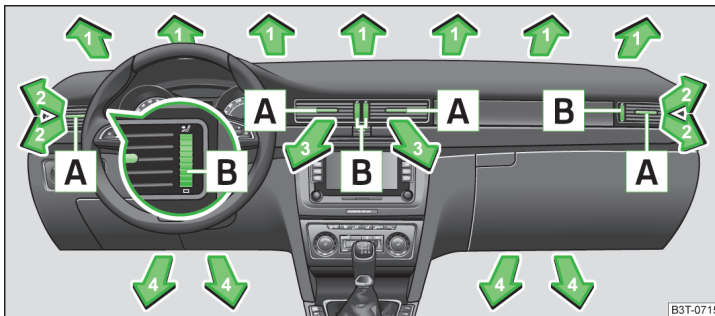
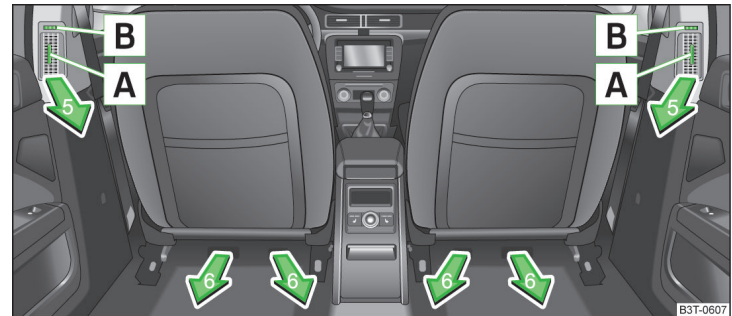

Abb. 123 Luftaustrittsdüsen vorn
Abb. 124 Luftaustrittsdüsen hinten
Bei den Luftaustrittsdüsen **2, 3** » Abb. 123 und **5** » Abb. 124 kann die Luftstromrichtung geändert und die Düsen können auch einzeln geschlossen und geöffnet werden.
- Die waagerechten Lamellen mithilfe des verschiebbaren Verstellelements **A** » Abb. 123 bzw. » Abb. 124 nach oben oder unten drehen, um die Höhe der Luftströmung einzustellen.
- Die senkrechten Lamellen mithilfe des verschiebbaren Verstellelements **A** » Abb. 123 bzw. » Abb. 124 nach links oder rechts drehen, um die seitliche Richtung der Luftströmung zu ändern.
- Den Drehregler **B** » Abb. 123 bzw. » Abb. 124 in die Stellung drehen, um die Luftaustrittsdüse vollständig zu öffnen.
- Den Drehregler **B** » Abb. 123 bzw. » Abb. 124 in die Stellung **0** drehen, um die Luftaustrittsdüse zu schließen.
Wir empfehlen Ihnen, die Luftaustrittsdüsen **3** » Abb. 123 auf Seite 113 in geöffnete Stellung zu belassen.